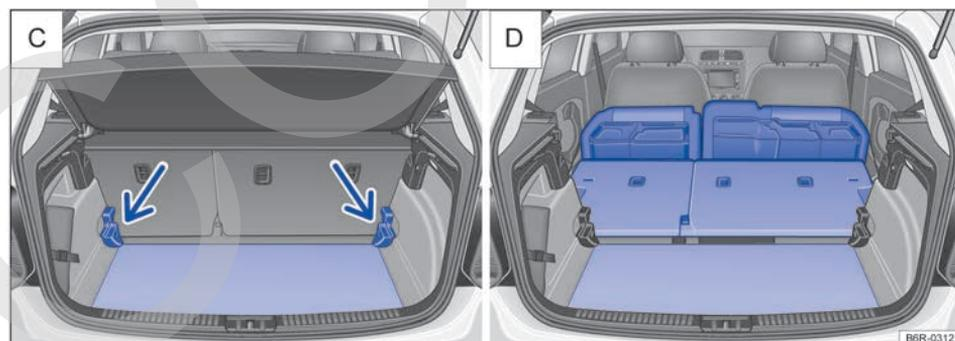

Fig. 144 En el maletero: **C**) Ampliar el maletero hacia abajo. **D**) Maletero ampliado al máximo.
- Levante el piso variable hacia atrás y desplácelo por debajo de las guías → fig. 144 [C] (flechas).
- Amplíe el maletero hacia abajo → fig. 144 [C].
El maletero queda ampliado al máximo → fig. 144 [D].